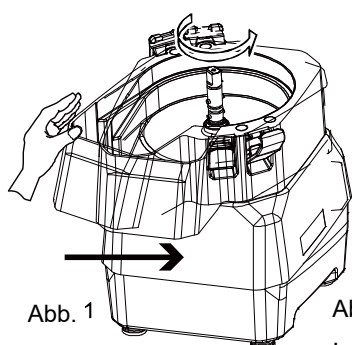

Abb. 1
4.4.3.1 Setzen Sie die mittlere Basis auf die untere Basis, wie in Abbildung 1 dargestellt, und bewegen Sie die mittlere Basis mit der linken Hand in Pfeilrichtung.